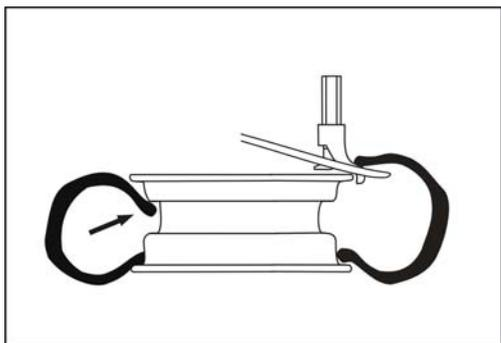
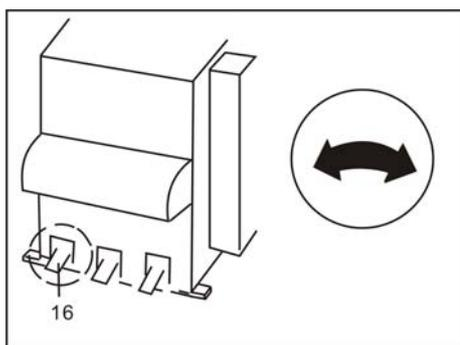
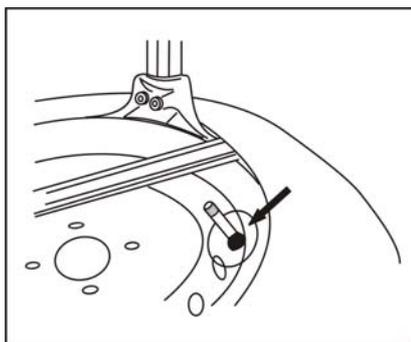

Рис.11
Рис.12
Рис.13
- Наденьте кромку шины на монтажную головку с помощью рычага шины (Рис. 11). После установки кромки слегка нажмите педаль 16 (Рис.12) и поворотный стол начнет вращаться. Чтобы во время этой операции не защемить шланг, рекомендуется работать только тогда, когда вентиль находится примерно в 10 см от монтажной головки (Рис.13).